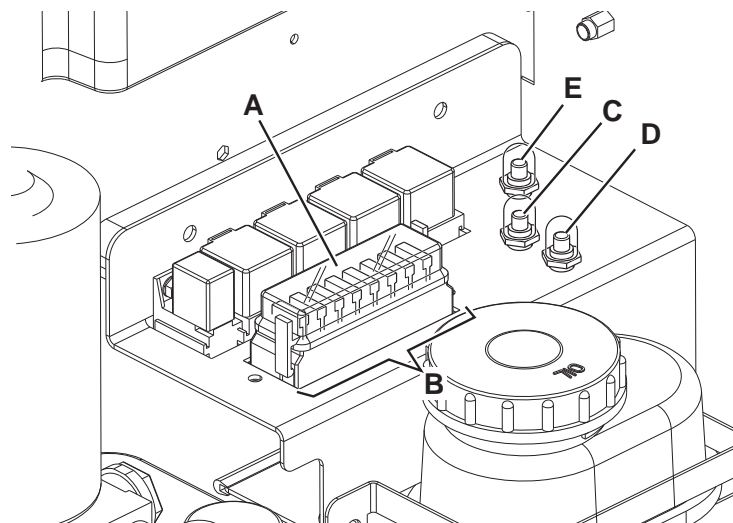

Abbildung 29
4. Abdeckung (A, Abb. 29) abnehmen und Position der auf dem Aufkleber angegebenen Sicherungen notieren.
5. Folgende Sicherungen (B) überprüfen/austauschen:
- Sicherung FA (C, Abb. 29): Selbstrückstellende Sicherung Motor rechter Seitenbesen
- Sicherung FB (D): Selbstrückstellende Sicherung Motor linker Seitenbesen (optional)
- Sicherung FC (E): Selbstrückstellende Sicherung Hauptkehrwalzenmotor